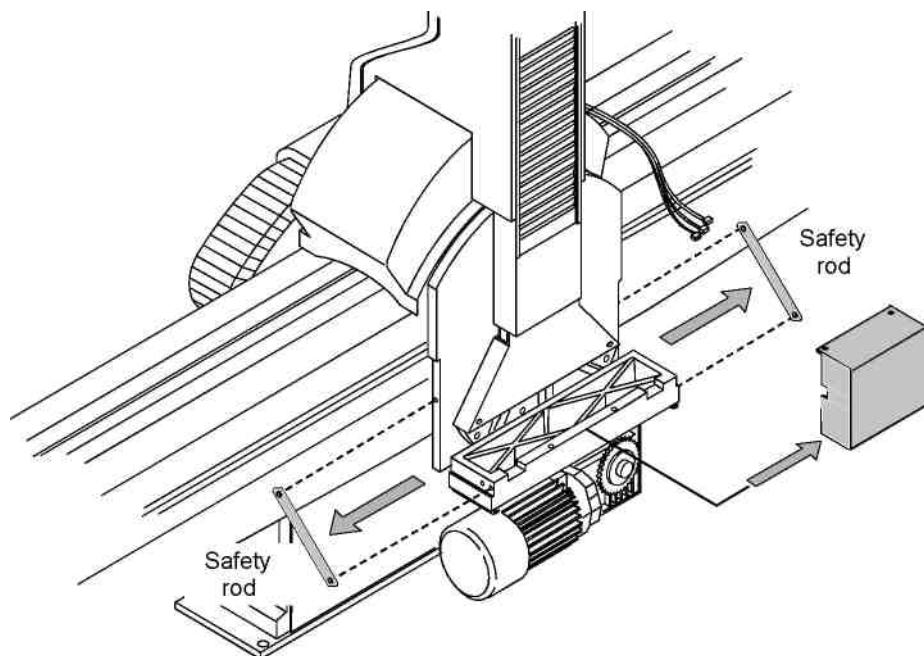

Рис. 3-3
1. Выкрутите все винты, которые служат для фиксации экранно-снимочного устройства с основанием станины, снимите две металлические планки,держивающие основание двигателя наклона колонны при транспортировке, снимите защитный короб потенциометра наклона колонны (Рис.3-3).